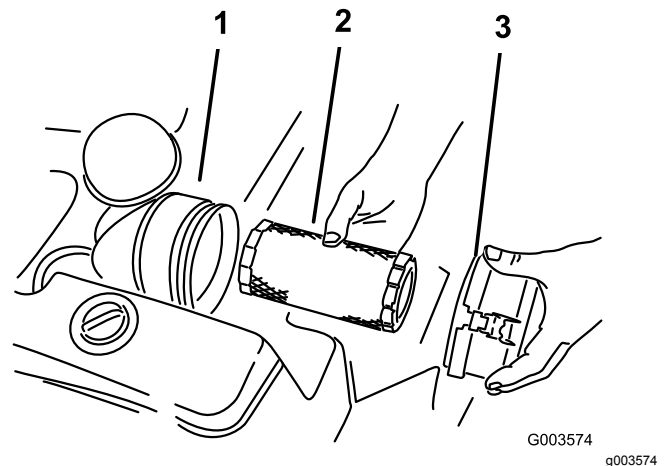

Figura 2
4. Retire la tapa del limpiador de aire y el filtro (Figura 2).